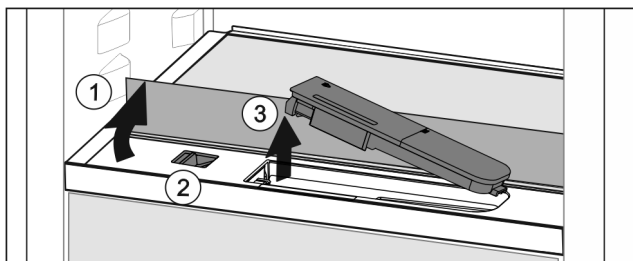

Fig. 145
- Lyft glashyllan och fäll bak den till anslag Fig. 145 (1).
- Skjut reglaget Fig. 145 (2) åt vänster.
- Ta ut vattenbehållaren Fig. 145 (3).